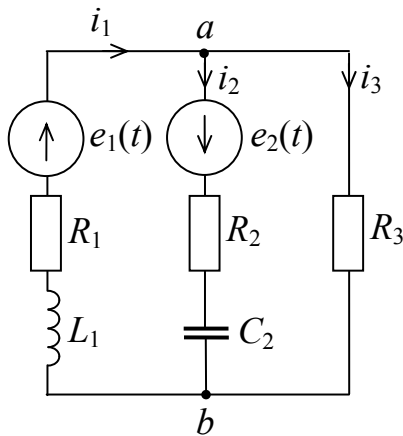

Рис. 6.1
6.3.1. Для электрической цепи рис. 6.1
Проводим разметку токов i_1 , i_2 , i_3 в ветвях исходной цепи рис. 6.1.